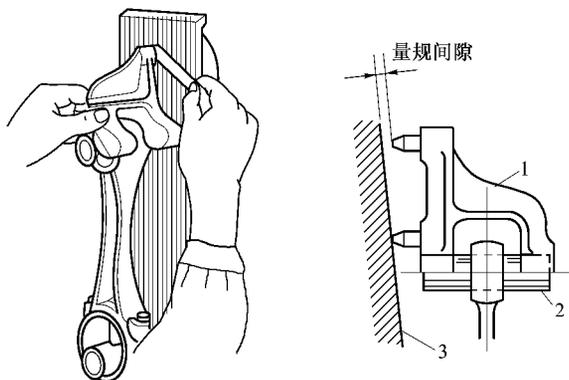

图 3-14 检查连杆的弯曲量
① 将连杆盖装在连杆上,并用标准扭矩拧紧,同时装上修配好的活塞销,如图 3-14 所示。